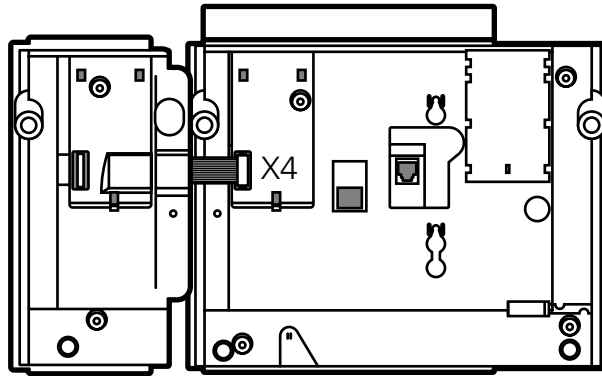

Fig. 4.35: Fijación del teclado DSS/BLF-ZTF al Office 40
1. Conectar el cable de conexión del DSS/BLF ZTF al conector X4 a través de la apertura provista para este propósito (*Fig. 4.35*)